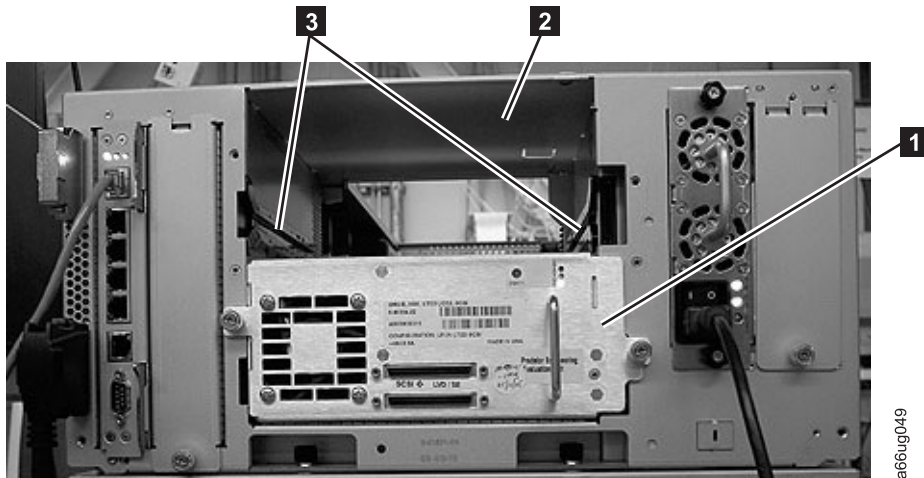

Figura 3-12. Trilhos guia e slots guia dentro de um slot de unidade
1. Alinha a gaveta de unidade com os trilhos guia e os slots guia junto às trilhas (**3** na Figura 3-12 na página 3-15).